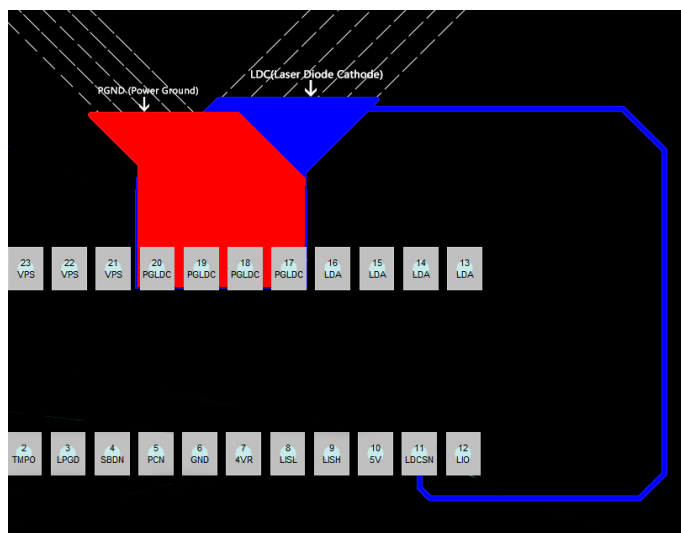
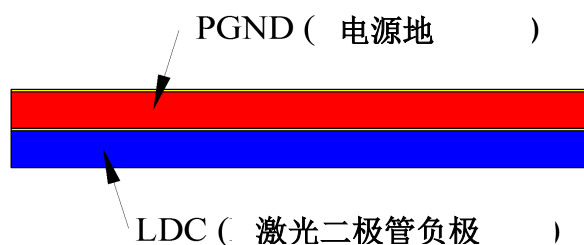
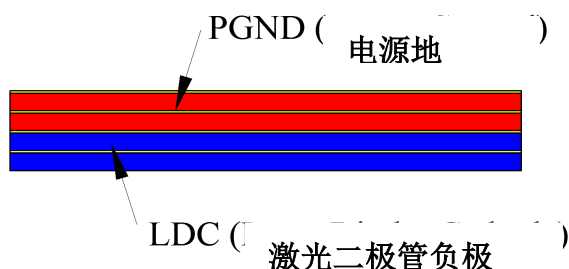

图 14、双层 PCB 布局
图 15、双层 PCB 的剖面图
图 16、四层 PCB 的剖面图
请参见图 13 和图 14，建议用大铜块填充 VPS，PGLDC 和 LDA 引脚，如果可能的话，其他引脚也采用这种做法，如此来降低模块和 PCB 之间的热阻，并降低模块的温度。
- 4、如果 PCB 用于安装激光驱动器。PGLDC 引脚的布局请参见下图。如果 PCB 有两层，顶层（红色）用于布线 PGND，底层（蓝色）用于布线 LDC，参见图 14。如果 PCB 有四层，则最上面两层用于布线 PGND，底部两层用于布线 LDC。图 15 和图 16 分别显示了两层和四层 PCB 的剖面图。